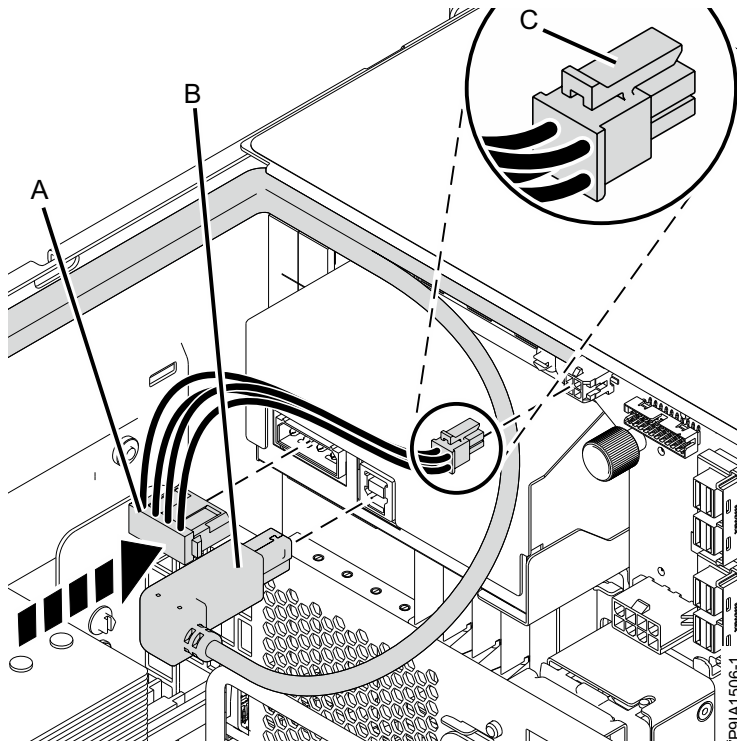

Abbildung 19. Netzkabel und USB-Kabel der internen RDX-Andockstation anschließen
6. Schließen Sie das USB-Kabel der internen RDX-Andockstation **(B)** an die Rückseite der neuen internen RDX-Andockstation an. Schließen Sie das Netzkabel der internen RDX-Andockstation **(A)** an die Rückseite der neuen internen RDX-Andockstation an (siehe Abb. 19 auf Seite 23). Wenn Sie das RDX-Netzkabel wieder an der Plattenlaufwerk-Rückwandplatine anschließen, sollten Sie sicherstellen, dass die Verriegelung **(C)** am RDX-Netzkabel bei einem Einschubsystem nach oben und bei einem Standalone-System nach außen ausgerichtet ist.